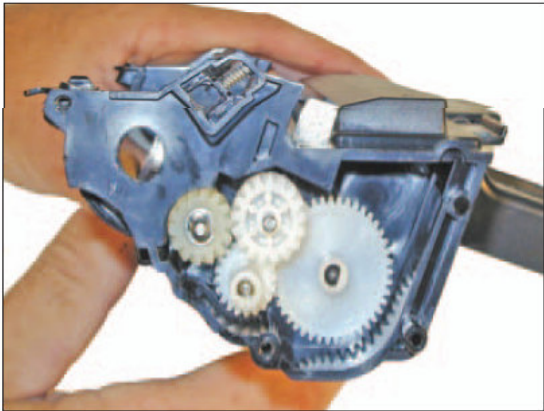

Figura 26.
21) Instale los cuatro engranes como se muestra. Ver Figura 26.